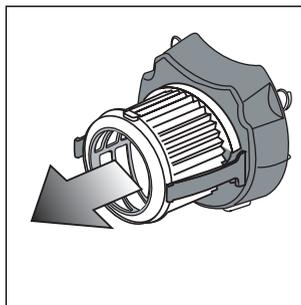

Fig. 18
- Nun können Sie den waschbaren Filter HEPA\* herausnehmen (Abb. 18).